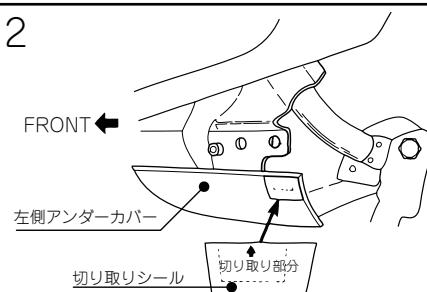

図 3
3. 図3を参考にフレームの裏側から付属の M6 × 25 ボルトと 平ワッシャー 6mm を差し込み、表側からナットで締め付けます。
4. 図3で取り付けたボルトに付属の取付金具をスプリングワッシャーとナットで図4を参考に共締めします。